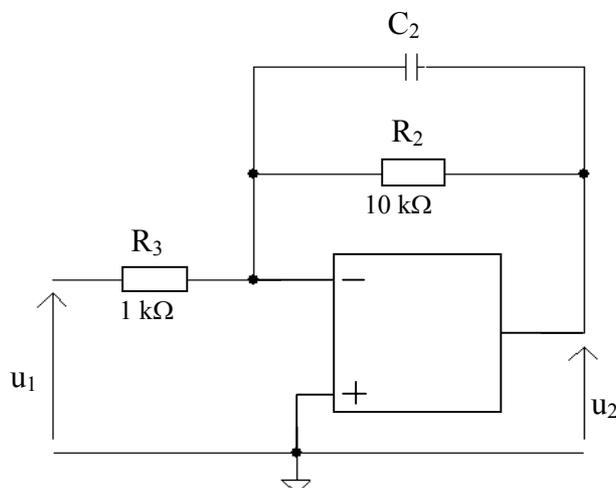

Fig 12. Montage intégrateur
- 3.2.2 Déterminer la fonction de transfert $\underline{T}(j\omega) = \frac{U_2(j\omega)}{U_1(j\omega)}$ du montage de la figure 12 et donner les valeurs de T_0 et ω_c qui permettent de la normaliser (voir annexes).